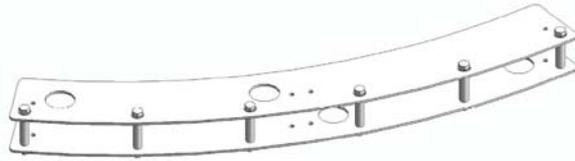

Fig.02 Collegamento di tutti i separatori
4. Eseguire l'operazione precedente per gli altri 5 fori di montaggio (Fig.02).